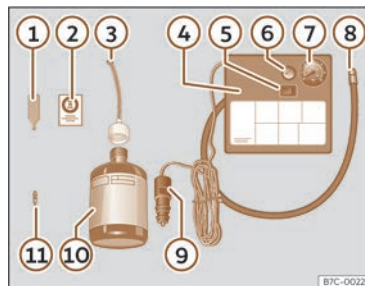

Fig. 240 Représentation standard : contenu du kit anticrevaison.
Le kit anti-crevaison se trouve dans le coffre à bagages, sous le revêtement de plancher. Il inclut les éléments suivants >>> fig. 240 :
- Dévissez le capuchon et l'obus de la valve du pneu. Utilisez l'appareil >>> fig. 240 ① pour extraire l'obus. Placez-le sur une surface propre.
- Agitez fortement la bouteille de produit de colmatage des pneus >>> fig. 240 ⑩.
- Vissez le tuyau de gonflage >>> fig. 240 ③ sur la bouteille de produit de colmatage. Le plombage du goulot de la bouteille est automatiquement percé.
- Retirez le bouchon du tuyau de remplissage >>> fig. 240 ③, puis vissez l'extrémité ouverte du tuyau sur la valve du pneu.
- Placez de nouveau l'obus avec l'outil >>> fig. 240 ① sur la valve du pneu.
- Vissez le tuyau de gonflage du pneu du compresseur >>> fig. 240 ⑧ sur la valve du pneu.
- Vérifiez si la vis d'évacuation d'air est serrée >>> fig. 240 ⑥.
- Branchez le connecteur >>> fig. 240 ⑨ à la prise de courant de 12 volts du véhicule >>> page 261.
- Raccordez le compresseur d'air au commutateur ON/OFF >>> fig. 240 ⑤.
- Collez l'autocollant >>> **fig. 240 ②** sur le combiné d'instruments, dans le champ de vision du conducteur.
Revissez le tuyau de gonflage >>> **fig. 240 ⑧** et vérifiez la pression du manomètre **⑦**.